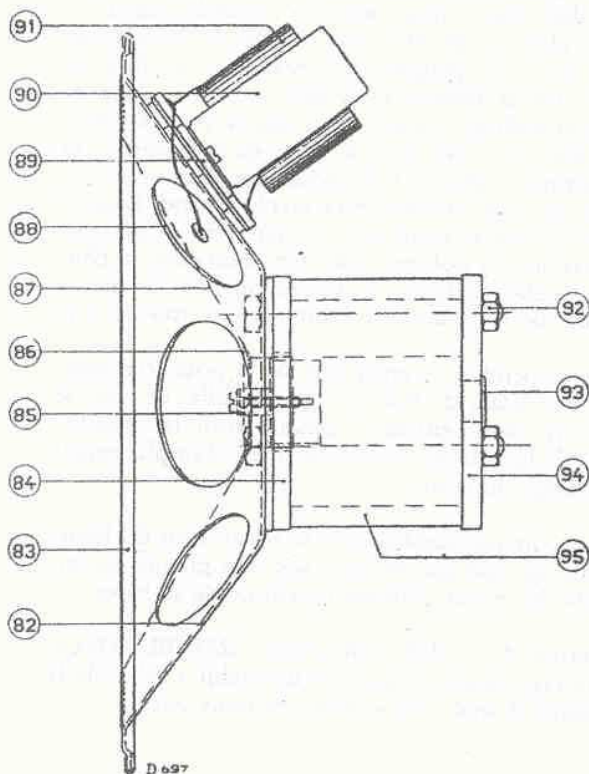

Fig. 8
Un aimant, en forme d'anneau (figure 8, repère 95) est fixé au moyen de trois boulons (92) entre deux plaques de fer doux (84 et 94). On a riveté, dans la plaque postérieure, un noyau en fer doux (93), tandis que dans la plaque antérieure on a foré une ouverture de sorte que l'on obtient un entrefer de 1 mm. Le centrage du cône se fait à l'aide de petites plaques de centrage en matière flexible. (86) dans lesquelles est rivé le manchon d'écartement (85). Un petit boulon fileté de 3 mm serre ce manchon et avec lui, les plaques de centrage, sur le bloc-noyau. Le bord de cône, en flanelle, est fixé au porte-cône au moyen d'une rondelle rivée.